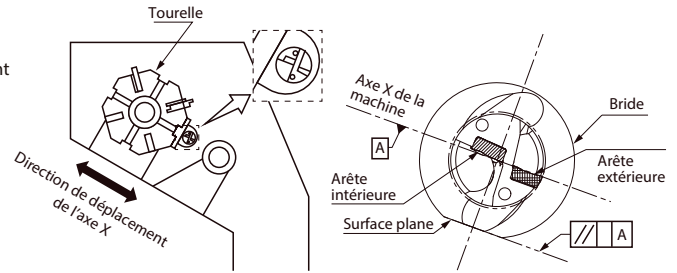
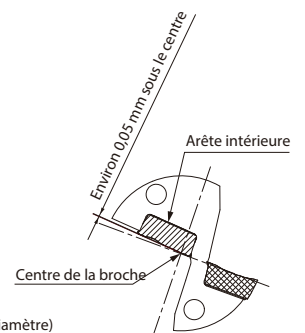

Fig. 5 Installé dans le tour
Fig. 9 Vue de face du foret
2. Il est recommandé de positionner la plaquette extérieure comme indiqué à la Fig. 5, avec la plaquette extérieure orientée vers l'opérateur. (Fig. 5) (Il est également possible de l'utiliser en la positionnant à 180° en sens inverse). Si le tour possède deux tourelles, lors de l'installation du foret dans la tourelle inférieure, la plaquette extérieure doit être orientée vers l'opérateur. (Il est également possible de l'utiliser en la positionnant à 180° en sens inverse).
Lors de l'installation de la plaquette intérieure, comme indiqué à la figure 5, celle-ci doit être placée à environ 0,05 mm en dessous du centre de la broche. (Fig. 9)